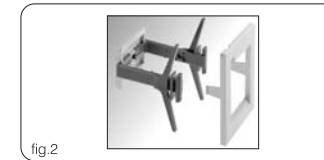

fig.2
- parte trasera del cuadro con kit a pedido (Fig. 2).